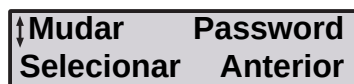

Figura 11: Alterar a password
2. Seleccione *Mudar Password*, figura 11.